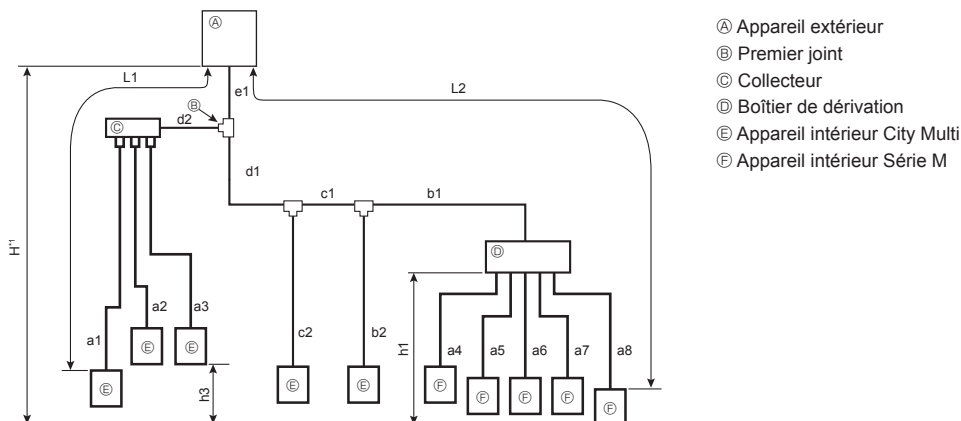

Fig. 4-6 (a)
4.1.3. Système mixte (appareils intérieurs City Multi et appareils intérieurs Série M (connexion via boîtier de dérivation)) (Fig. 4-6)